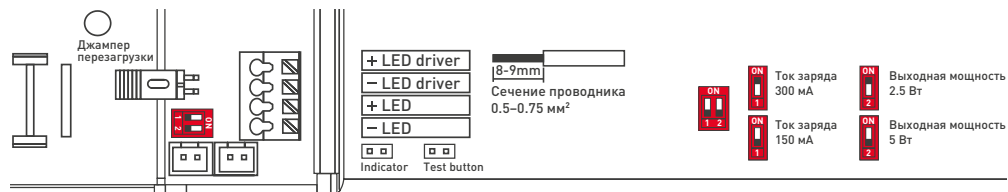

Рисунок 2. Конфигурирование источника аварийного питания
- 3.5. Подключите светодиод и кнопку управления в соответствующие разъемы, см. рисунок 2. Разъем «Indicator» означает место подключения светодиодного индикатора, а разъем «Test button» — подключение кнопки.